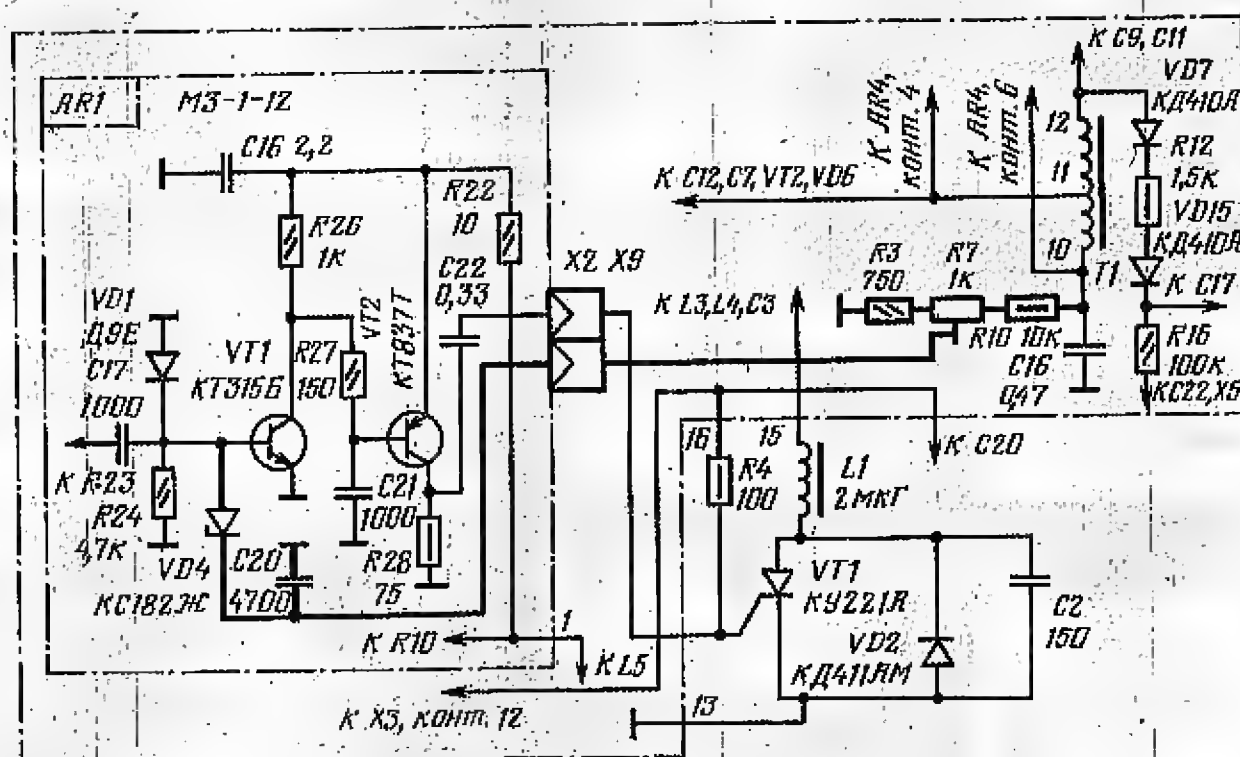

Рис. 1
**Б**лок разверток (БР) модульного цветного телевизора УПИМЦТ-61 состоит из модуля синхронизации и управления строчной разверткой AR1 (МЗ-1-1), выходного каскада строчной развертки на три транзистора VT1 и VT2, модуля кадровой развертки AR2 (МЗ-2-2), модуля стабилизации AR3 (МЗ-3-1), модуля коррекции AR4 (МЗ-4-1) и выпрямителей, формирующих из импульсов строчной частоты постоянные напряжения 820 В (VD7, VD15, C17), 220 В (VD9, C23), 24 В (VD8, C19), — 18 В (VD12, C29), 3,5 В (VD11, C27), и — 3,5 В (VD13, C32). Со времени рассмотрения этого блока в статье С. Елышкевича «Телевизоры нового поколения. Блок разверток» («Радио», 1980, № 8, с. 30—35) в нем сделан ряд изменений. Так, вместо резистора C5-37 (R1) сопротивлением 2,7 Ом установлен резистор ПЭВ-10 сопротивлением 10 Ом (он перенесен на обечайку блока). Это уменьшило ток через транзистор VT1 в ключе обратного хода при включении телевизора. Последовательно с диодом VD7 в выпрямителе напряжения питания ускоряющих электродов кинескопа включен диод VD15. Некоторые детали заменены на более надежные: транзисторы КУ109АМ (VT1) и КУ109ВМ (VT2) — на КУ221А и КУ221В соответственно, диод КД105Б (VD14) и КД208А (VD11, VD13) — на КД221А. В модуле стабилизации AR3 (МЗ-3-1) транзистор КТ814Б (VT1) заменен на КТ837Т, а транзистор КУ109ГМ (VT3) — на транзистор КУ221Г. Вместо резистора МОН-0,5 (R13, R17) установлен МОН-1. Кроме того, с июля 1982 г. изменен узел защиты транзисторов от повышения напряжения в выходном каскаде. Схема включения этого узла, входящего в устройство защиты телевизора, показана на рис. 1 утолщенной линией. Блоку разверток и модулю с изменен-